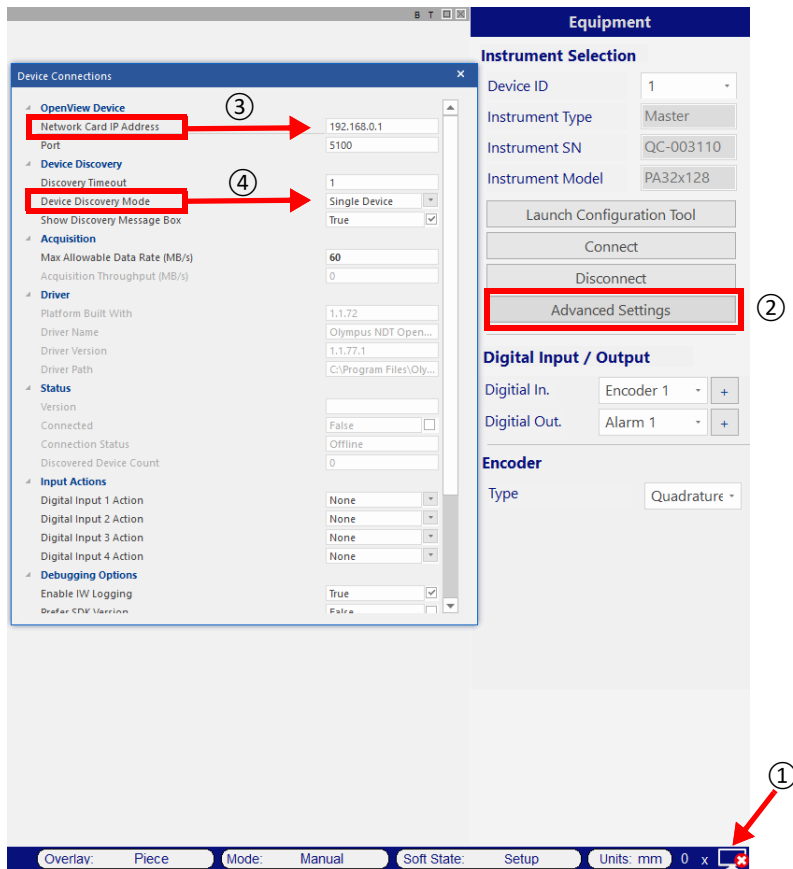

Figura 7-4 Configuração no WeldSight
- f) No PC, abra o WeldSight  e clique duas vezes no ícone de PC  (Figura 7-4 na página 77) que está no canto inferior direito da tela. Clique em **Advanced Settings** (configurações avançadas) e confira se: